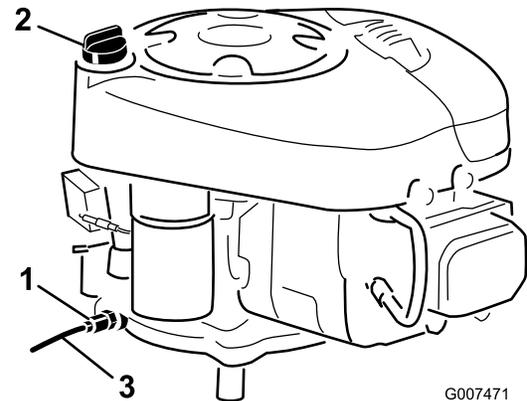

Bild 22
9. Schieben Sie den Ablassschlauch auf das Ölablassventil (Bild 22).
11. Öffnen Sie das Ölablassventil (Bild 22).